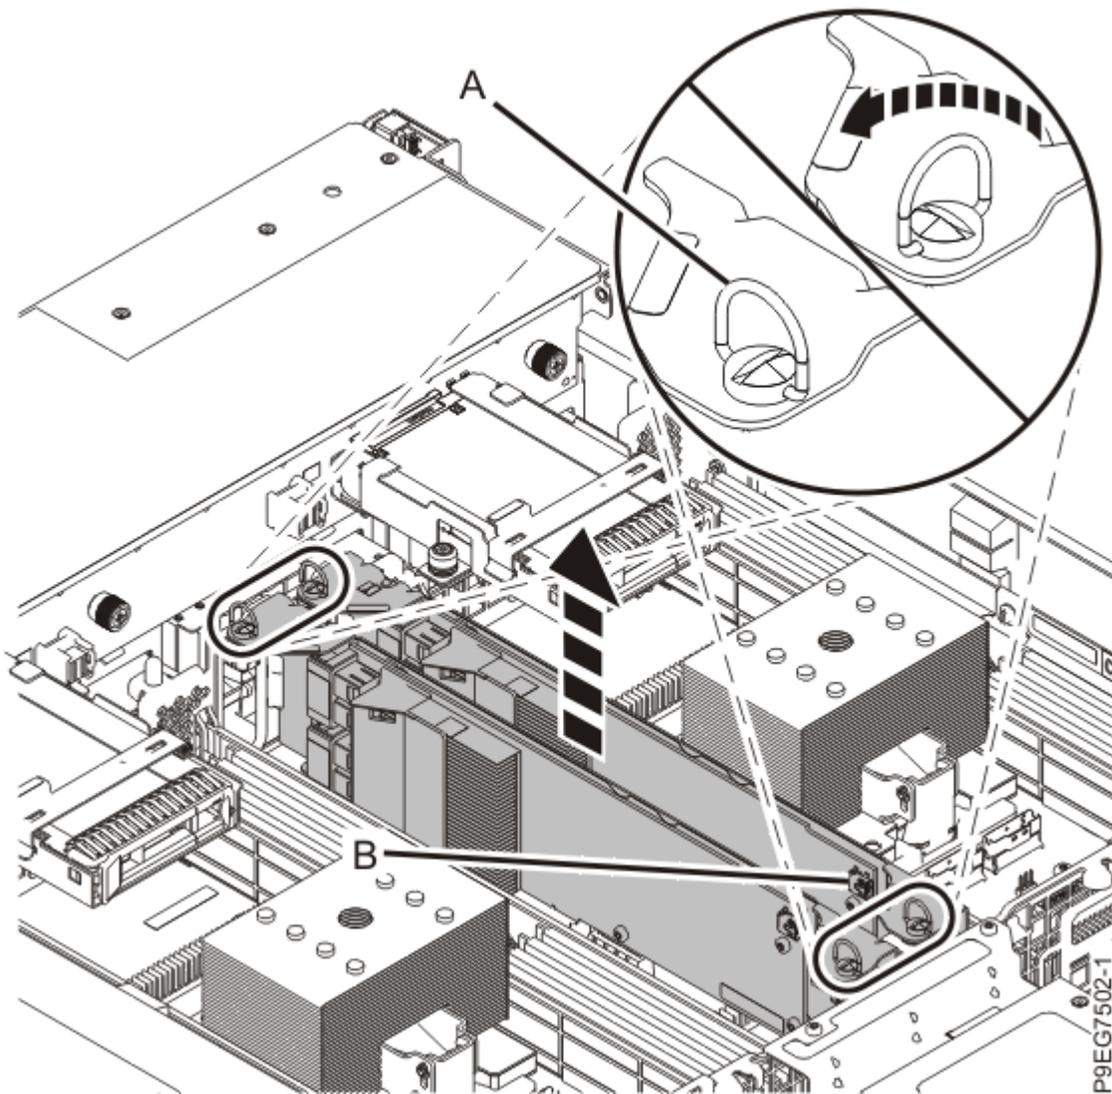

Abbildung 22. SAS-RAID-Adapter entfernen
7. Lassen Sie das vordere SAS-Kabel an diesen Adapter angeschlossen. Drehen Sie die Schrauben **(A)** gegen den Uhrzeigersinn, um den SAS-RAID-Adapter zu entriegeln. Heben Sie den SAS-RAID-Adapter und das vordere SAS-Kabel zusammen aus dem Steckplatz heraus. Achten Sie darauf, dass sich das vordere SAS-Kabel nicht in anderen Komponenten verfängt, während Sie den SAS-RAID-Adapter aus dem Steckplatz herausheben. Siehe Abbildung 22 auf Seite 28.